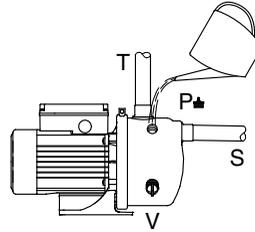

Fig. 1 Vanne d'éjecteur
Retirer le bouchon (V), voir fig. 1, et monter la vanne d'éjecteur dans le trou.